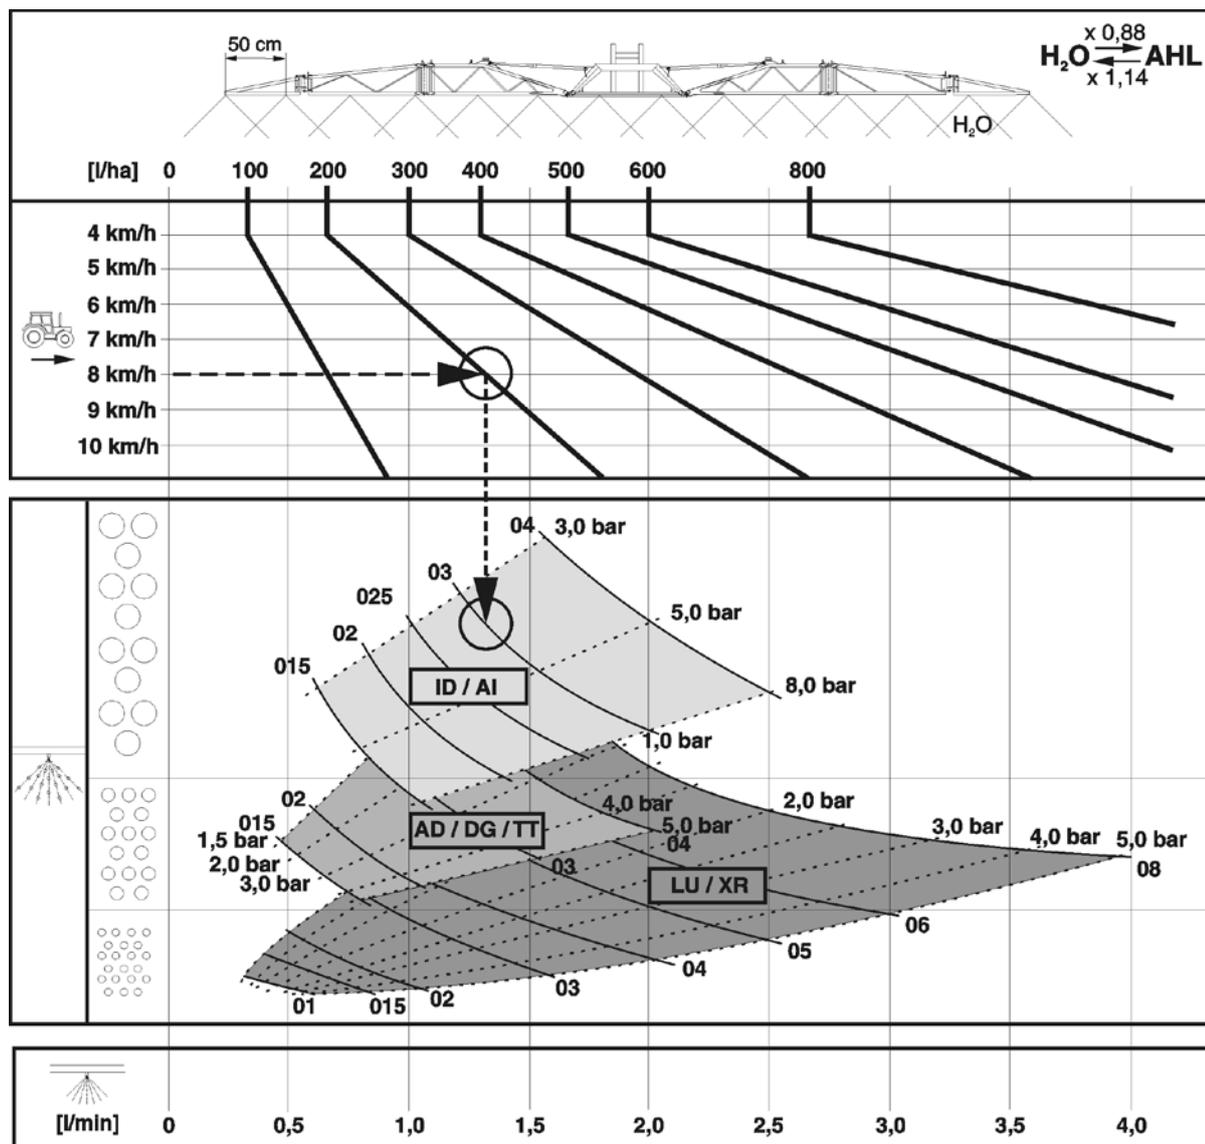

図 191
- 図 191は適正なノズルタイプを選択するのに役立ちます。ノズルタイプは以下のものによって決めます。